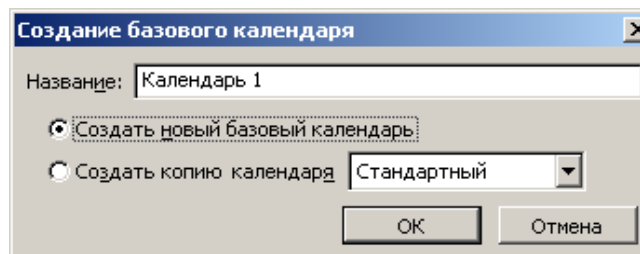

Рис. 2.7. Диалог **Create New Base Calendar**
- Нажмите кнопку **New** (Новый) в диалоге **Change Working Time** (Изменить рабочее время). На экране появится диалог **Create New Base Calendar** (Создать новый базовый календарь) (рис. 2.7).